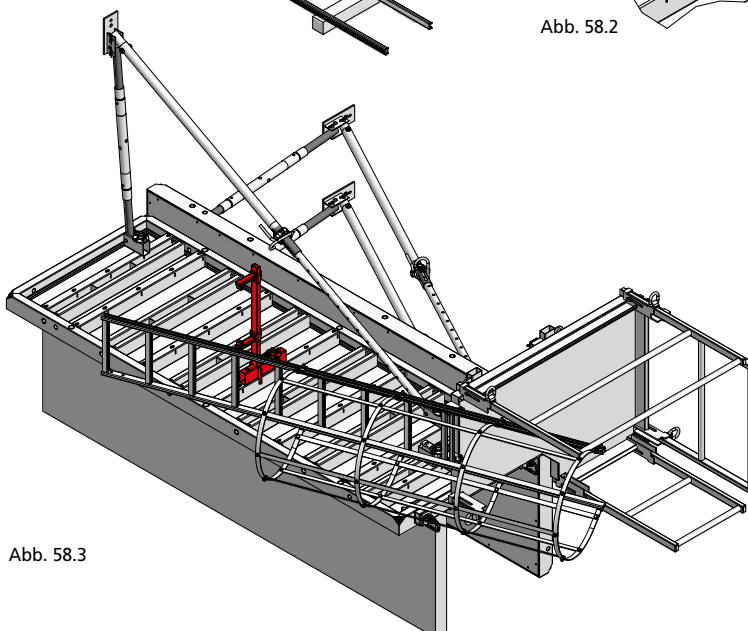

Abb. 58.3
5. Den Klemmwinkel wieder fest am Leiterhalter verschrauben (Abb. 58.3 und Abb. 58.5).